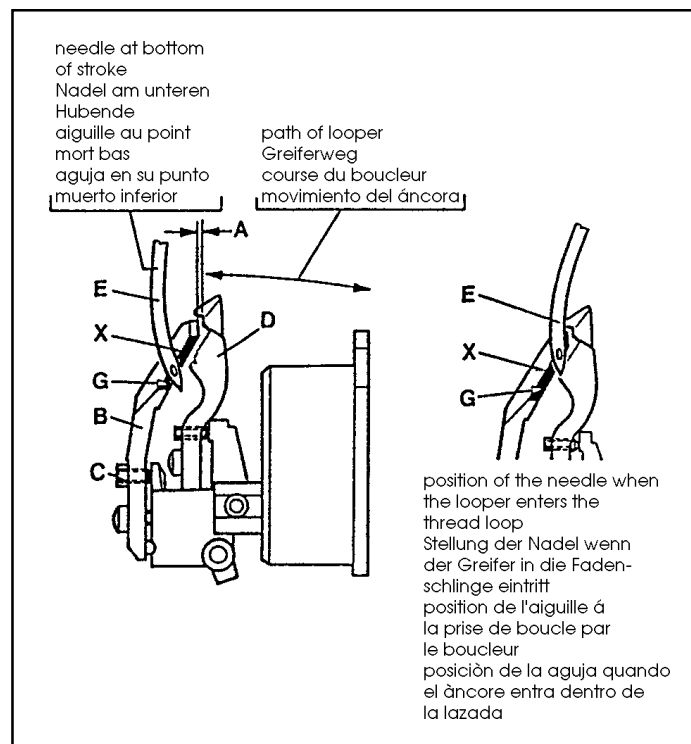

Fig. 6
Adjust the looper (D, Fig. 6) as described in paragraph "Setting the looper", see page 10.
Note: It is advisable to remove the rear needle guard (B, Fig. 6) for setting the looper.
Assemble the rear needle guard (B, Fig. 6). With set screw (C) adjust the distance (A) between looper (D) and rear needle guard (B) to 0.5 mm (.020 in.).
Laterally (front to rear) set the rear needle guard (B, Fig. 6) with its guarding surface (G) close to the needle (E) even so that it barely contacts it, to avoid hitting of the needle by the looper point.
Edge (X, Fig. 6) on the guarding surface (G) of the rear needle guard (B) should not essentially disturb the needle thread. If disturbance of the needle thread occurs it can be eliminated by slightly changing the 0.5 mm (.020 in.) distance between looper and rear needle guard as well as by slightly changing the needle height.
Stellen Sie den Greifer (D, Fig. 6) wie im Abschnitt "Einstellung des Greifers" beschrieben ein, siehe Seite 10.
BEACHTEN SIE: Es ist ratsam, zum Einstellen des Greifers den hinteren Nadelanschlag (B, Fig. 6) zu entfernen.
Bauen Sie den hinteren Nadelanschlag (B, Fig. 6) ein. Stellen Sie mit dem Gewindestift (C) den Abstand (A) zwischen Greifer (D) und hinterem Nadelanschlag (B) auf 0,5 mm.
Seitlich (von vorne nach hinten) stellen Sie den hinteren Nadelanschlag (B, Fig. 6) mit seiner Schutzfläche (G) dicht an die Nadel (E), so dass er sie gerade berührt, um zu verhindern, dass die Nadel von der Greiferspitze getroffen wird.
Die Kante (X, Fig. 6) an der Schutzfläche (G) des hinteren Nadelanschlags (B) soll den Nadelfaden nicht wesentlich stören. Tritt eine Störung des Nadelfadens auf, kann diese durch leichtes Verändern des 0,5 mm Abstands zwischen Greifer und hinterem Nadelanschlag sowie durch leichtes Verändern der Nadelhöhe beseitigt werden.
Régler le boucleur (D, Fig. 6) comme indiqué au paragraphe "Réglage du boucleur" page 10.
Monter le protège aiguille arrière (B, Fig. 6). Avec la vis (C) régler à 0,5 mm la distance (A) entre le boucleur (D) et le protège aiguille arrière (B).
Régler latéralement (avant-arrière) le protège aiguille arrière (B, Fig. 6) avec la surface de protection (G) près de l'aiguille de même qu'elle frôle pour éviter tout contact avec la pointe du boucleur.
Le bord (X, Fig. 6) du protège aiguille ne doit surtout pas interférer avec le fil d'aiguille. Si cela se produit, il est possible d'y remédier en modifiant légèrement de 0,5 mm entre le boucleur et le protège aiguille et, éventuellement, en changeant la hauteur de l'aiguille.
Ajustar el ánchora (D, Fig. 6) tal como se describe en el párrafo "Colocación del ánchora", ver página 10.
Montar el salva agujas posterior (B, Fig. 6). Con el tornillo de fijación (C) ajustar la distancia (A) entre ánchora (D) y salva agujas posterior (B) para que sea de 0,5 mm.
Ajuste lateral (de detrás hacia adelante) del salva agujas posterior (B, Fig. 6) en la zona (G), que deberá estar lo más cerca posible de la aguja (E), de forma de que apenas tome contacto con el salva agujas (E) para evitar el choque entre la punta del ánchora y aguja.
El canto (X, Fig. 6) de la zona de contacto (G), del salva agujas posterior (B), debe situarse de manera que no desvie el hilo de la aguja. Si esto ocurre, puede eliminarse moviendo ligeramente la distancia de 0,5 mm que existe ánchora y salva agujas posterior, o variando ligeramente la altura de la aguja.